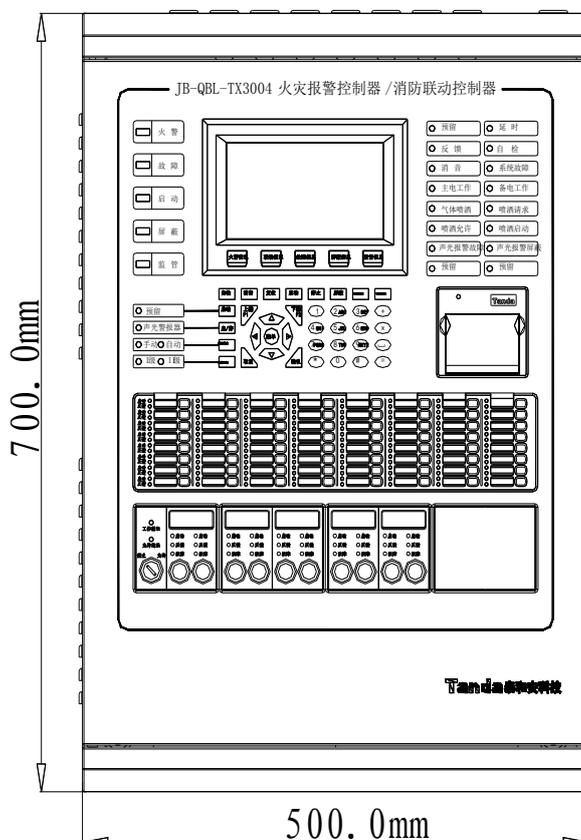

图 2-1
TX3004 火灾报警控制器/消防联动控制器外观示意图如图 2-1 所示。
2.2.1 控制器主控面板由液晶显示屏、指示灯、操作键盘三部分组成, 见图2-1。